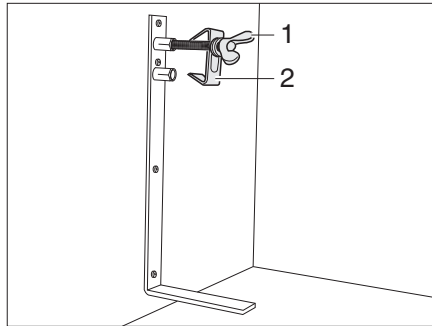

Bild 164 Reservhjulshållare
- Lossa skruven (Bild 164,1) och tag av den med centreringen (Bild 164,2).